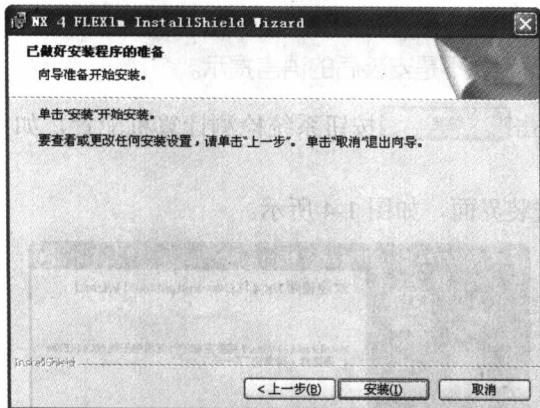

图 1-7 已做好安装准备界面
(10) 完成许可证文件路径选择后, 单击 **下一步(N) >** 按钮出现已做好安装准备界面, 如图 1-7 所示。